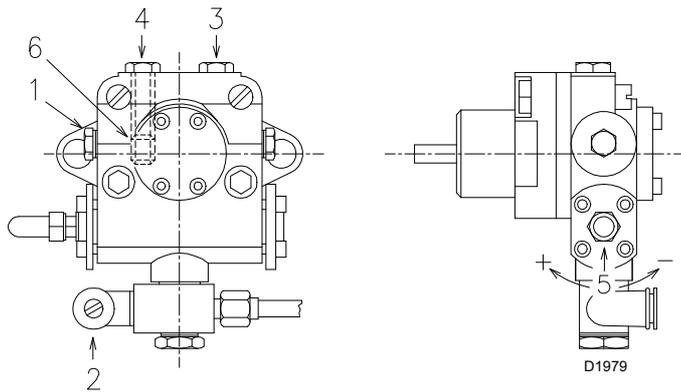
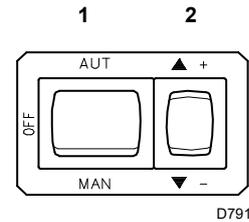

Abb. 22
Abb. 23
- Damit sich die Pumpe selbst einschalten kann, muss die Schraube 3)(Abb. 22) an der Pumpe gelockert werden, damit der Ansaugschlauch entlüftet werden kann.
- Den Brenner durch Schließen der Fernsteuerungen und bei Schalter 1)(Abb. 23) auf „MAN“ starten.
- Die Pumpe ist eingeschaltet, wenn aus der Schraube 3) Heizöl austritt. Stoppen des Brenners: Den Schalter 1)(Abb. 23) auf „OFF“ stellen und die Schraube 3)(Abb. 22) einschrauben.